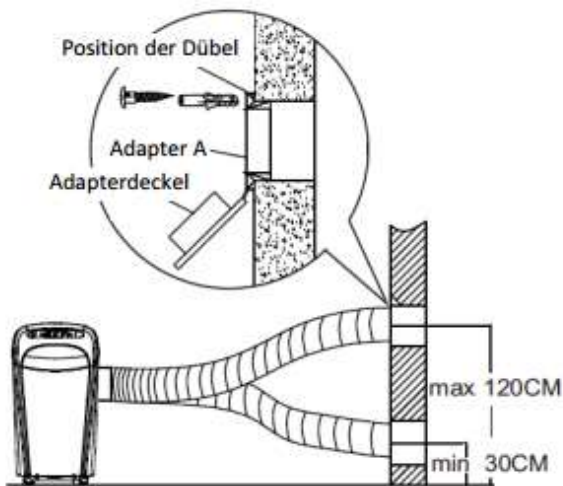

Abb. 19
1. Bereiten Sie die Bohrung in der Wand. Montieren Sie den Abluftadapter A an der Wandaußenseite mit den 4 Dübeln und Holzschrauben. Schrauben Sie den Adapter gut fest. (Siehe Abb. 19)